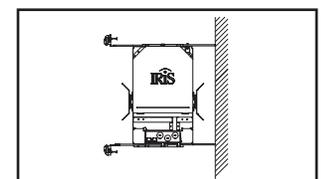

Figura 2.
- Cuando se instala el elemento sobre una pared en calada usando el doble foco de 26 vatios o el triple foco de 42 vatios, los alojamientos compactos para la lámpara fluorescente deben instalarse paralelos a la pared (Figura 2.).